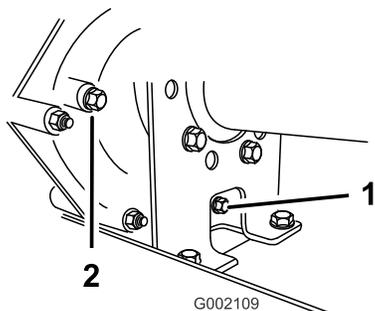
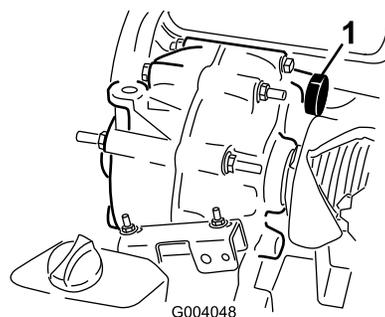

Figura 60
Figura 61
2. Pulite la superficie attorno al tappo di riempimento e di spurgo con un panno (Figura 60).
4. Estraiete il tappo di riempimento facendolo girare in senso antiorario (Figura 60).
5. Estraiete il tappo di spurgo facendolo girare in senso antiorario (Figura 60).
6. Installate e serrate il tappo di spurgo e la guarnizione del foro del tappo di spurgo della trasmissione (Figura 60).
7. Riempite il serbatoio (Figura 61) attraverso il foro di riempimento con circa 1,4 litri del fluido specificato o fino a quando il livello di fluido nella trasmissione non è a livello con il fondo delle filettature. (Figura 60).
8. Installate e serrate il tappo di riempimento e la guarnizione del foro del tappo di riempimento della trasmissione (Figura 60).
10. Controllate il livello del fluido e aggiungetene altro se è al di sotto delle filettature del foro del tappo di riempimento (Figura 60).